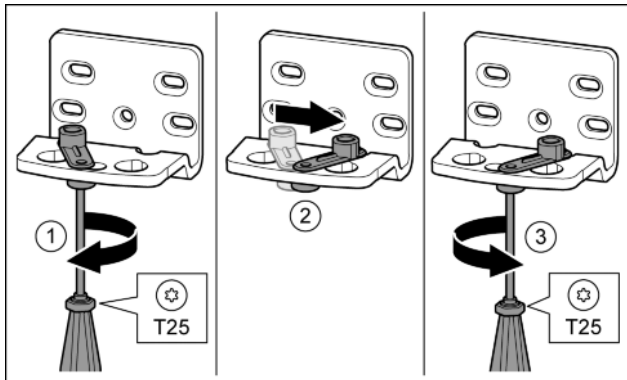

Fig. 13
- ▶ Visser la vis sans serrer avec un tournevis T25. Fig. 13 (1)
- ▶ Soulever le ressort de fermeture et le tourner de 90° à droite dans l'alésage. Fig. 13 (2)
- ▶ Serrer la vis avec un tournevis T25. Fig. 13 (3)